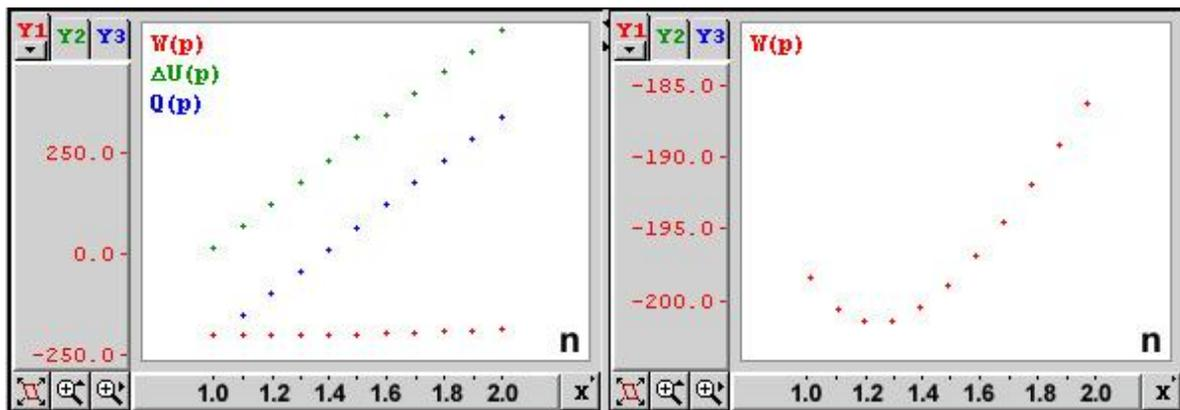

Fig. E3.3b.- Variación de W, Q y ΔU en función del índice n.
Por último, si hacemos variar el índice n en el intervalo 1-2, obtenemos las gráficas que se reflejan en la Fig. E3.3b, para los flujos de trabajo y calor. Se ha añadido también la variación que experimenta la energía interna, u , de acuerdo con el comentario nº 4.
5. De la observación de la Fig. E3.3b se deduce que, como es lógico, Δu es tanto mayor cuanto mayor es la temperatura final del proceso de compresión ya que en un gas ideal u es función de T solamente. El flujo de calor, Q, cambia de signo, siendo cero para $n \approx 1,4$ que, como ya se ha apuntado, es el caso aproximadamente adiabático. El W varía muy poco, pasando por un máximo (un mínimo ya que W es negativo para un compresor) para un n algo inferior a 1.4.